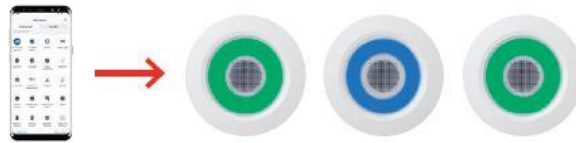

Figura 6
5.3 Después de cinco ciclos de encendido y apagado, la luz comenzará a alternar entre **AZUL** y **VERDE**. La unidad "**MAESTRA**" deseada debe configurarse en **AZUL** y el resto de unidades satélite deben configurarse en **VERDE**. Los pasos 5.3 y 5.4 deben repetirse para cada dispositivo del grupo de altavoces deseado. Solo se puede configurar un dispositivo a la vez. El grupo de altavoces debe verse como las unidades de la figura 6 una vez configurado correctamente.